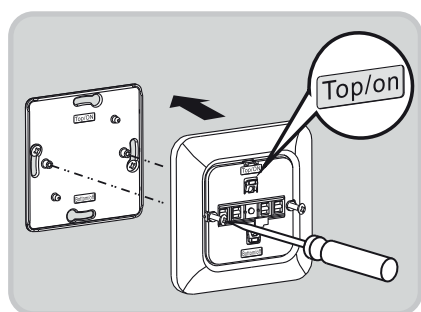

Fig. 12
- Plasser innsatsen i designrammen. Skru fast innsatsen på støtterammen (se fig.12).